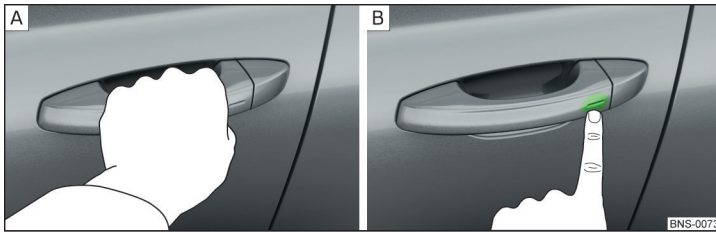

Abb. 49 Fahrzeug entriegeln / Fahrzeug verriegeln
- Den Türgriff greifen, um das Fahrzeug zu **entriegeln** » Abb. 49 - [A].
- Den Sensor am Türgriff mit dem Finger berühren, um das Fahrzeug zu **verriegeln** » Abb. 49 - [B].
- Innerhalb von 5 s den Sensor am Türgriff mit dem Finger berühren » Abb. 49 auf Seite 61 - [B]. Die Deaktivierung wird durch einmaliges Aufblinken der Blinkleuchten bestätigt.